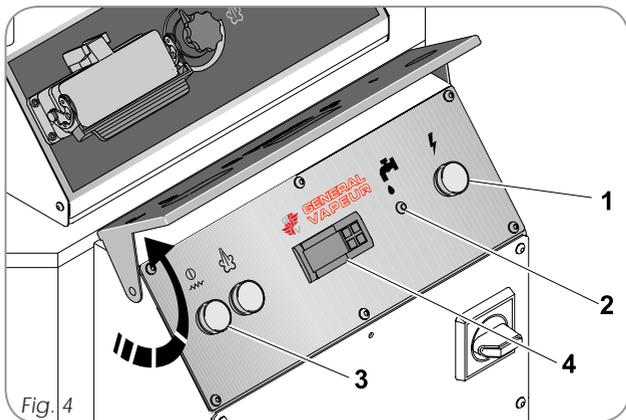

Fig. 4
La spia (1-Fig.4) accesa sul pannello di controllo indica la corretta alimentazione della macchina.
Accendere l'interruttore generale di alimentazione funzioni pompa-resistenza (3-Fig.4), il display di temperatura (4-Fig.4) lampeggerà per 4-5 sec. circa poi si stabilizzerà indicando la temperatura interna della caldaia. Qualora nel serbatoio mancasse acqua si accenderebbe la spia fine acqua (2) unitamente ad un avviso acustico.
La spia (2 Fig.4) si accenderà per 2 sec. circa per poi spegnersi.
Al raggiungimento della temperatura di circa 180° (visibile sul display 4 Fig.4) ed alla pressione di 10 bar circa (manometro 2 Fig. 2) la macchina è pronta per erogare vapore.
Qualora nel serbatoio mancasse acqua la spia fine acqua (2 fig.4) inizierà a lampeggiare unitamente ad un avviso acustico.
Riempire il serbatoio con acqua corrente come indicato in Fig. 6. Al superamento del livello minimo la spia di fine acqua e l'avvisatore acustico si spengono (2 - Fig. 4)
Durante il caricamento di acqua nella caldaia, la spia (2 - Fig.4) si accende senza segnale acustico.
- Con serbatoio pieno e caldaia vuota, una volta alimentato il generatore tramite gli interruttori (vedi paragrafo "PREPARAZIONE"), il sistema comanda la pompa di caricamento acqua fino al raggiungimento del livello in caldaia. In questa fase la resistenza di riscaldamento è disattivata, mentre la spia di segnalazione (2 fig.4) è accesa fissa senza il segnale acustico ad indicare che è in atto la procedura di caricamento.
- Una volta completata la fase di caricamento, si verifica lo spegnimento della pompa e contemporaneamente viene abilitato il riscaldamento attraverso la resistenza caldaia e si spegne la spia di segnalazione (2 fig.4).
- Ogni qualvolta la sonda di livello caldaia sente la mancanza acqua viene effettuata la fase di caricamento, durante la fase normale di ripristino del livello la resistenza rimane abilitata al riscaldamento e la spia di segnalazione (2 fig. 4) si accende fissa senza il segnale acustico.
- Qualora dovesse scoprirsi la sonda di livello posta nella tanica durante la fase di caricamento, il sistema blocca immediatamente le funzioni di carica e la spia di segnalazione (2 fig.4) si accende lampeggiante con l'intervento della segnalazione acustica intermittente.
- Ogni qualvolta la sonda di livello tanica rileva la mancanza acqua, il sistema blocca immediatamente le funzioni di carica e la spia di segnalazione (2 fig.4) si accende lampeggiante con l'intervento della segnalazione acustica intermittente.
- **ATTENZIONE !** Se durante la fase di normale caricamento la sonda di livello caldaia rimane scoperta per più di **3 min.** consecutivi il sistema provvede a disabilitare le funzioni di riscaldamento e di caricamento, la spia passa dallo stato acceso allo stato lampeggiante con l'inserimento del segnale acustico. A questo punto occorre resettare il generatore spegnendo e riaccendendo l'interruttore generale di alimentazione (3 fig. 4).